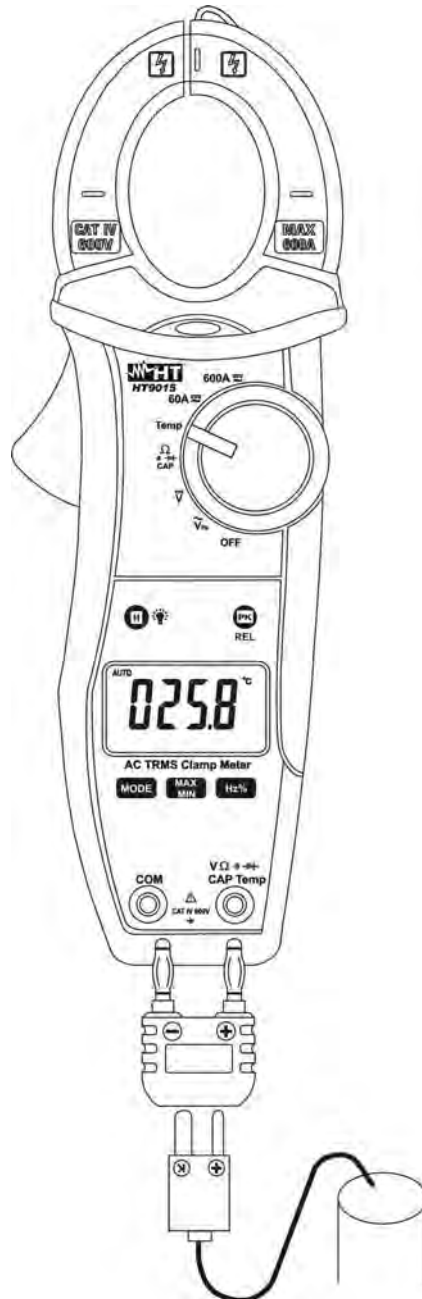

Fig. 8: Uso della pinza per misura di Temperatura
3. Inserire la sonda a filo tipo K in dotazione nei terminale di ingresso **VΩHz%Temp** e **COM** tramite l'opportuno adattatore, rispettando la polarità mostrata in Fig. 8. Il valore della temperatura è mostrato a display. Nella misura di temperatura la barra grafica analogica è disattivata